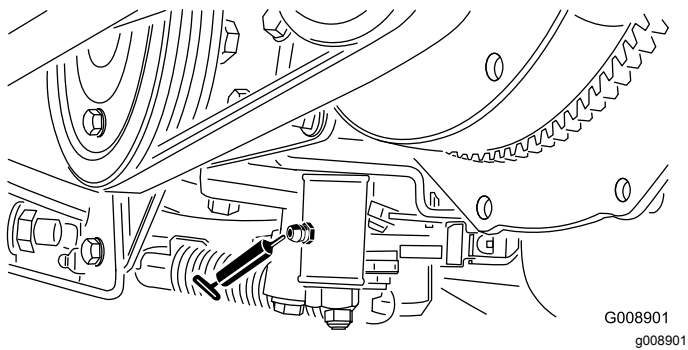

Figura 34
- Mecanismo de ajuste de punto muerto (Figura 34)